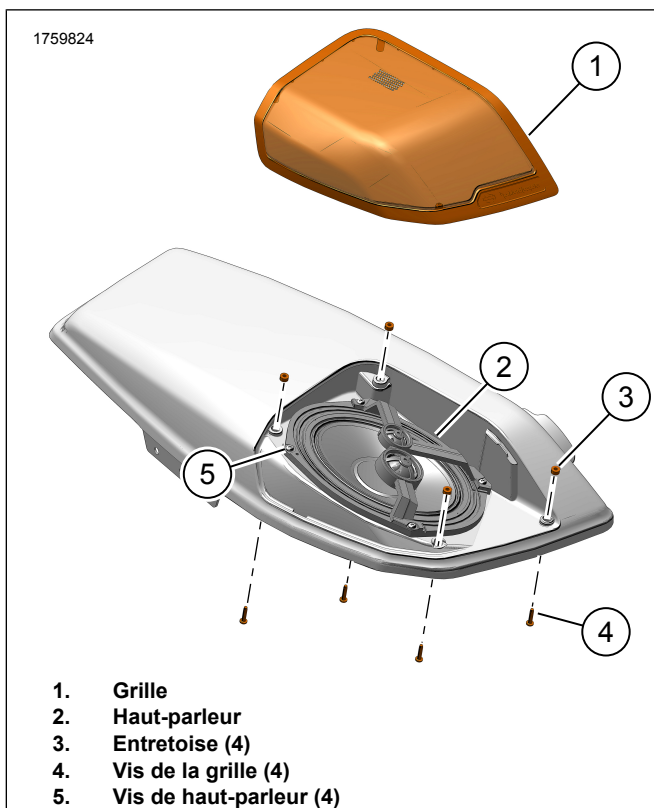

Figure 2. Ensemble de Haut-parleur et grille (typique)
2. Figure 2 Retirez les vis de la grille (4).
3. Retirez OEM la grille du haut-parleur (1).
4. Retirez les vis du haut-parleur (5).
5. Retirez OEM le haut-parleur (2) du couvercle de la sacoche.
- a. Figure 2 Positionnez le haut-parleur dans le couvercle de sacoche.
2. Figure 2 Installez les vis de haut-parleur (4).